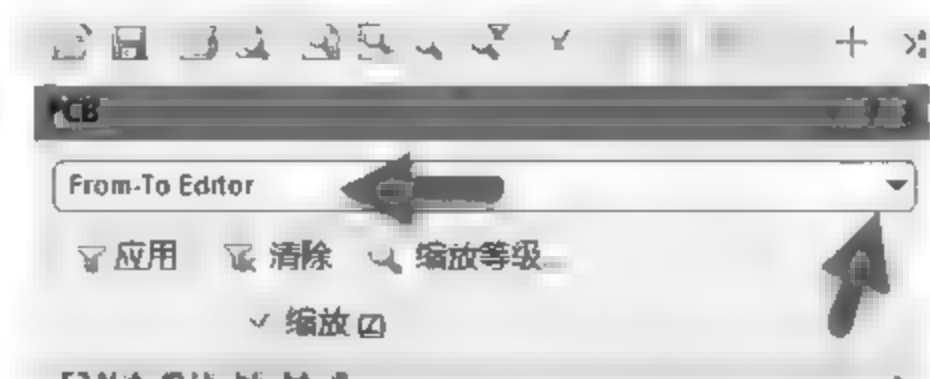

图 8-47 From-To Editor 状态
(2) PCB 面板顶部的下拉列表框处于 From To Editor 状态下,改回 Nets 或者其他状态即可,如图 8-47 所示。